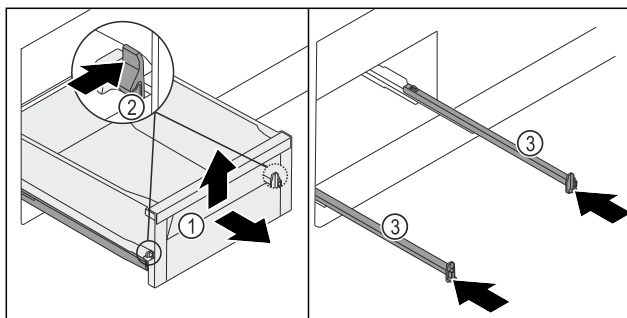

Fig. 122
- ▶ Izvlecite predal Fig. 122 (1) do omejevala.
- ▶ Objemko Fig. 122 (2) istočasno pritisnite na levi in desni navznoter.
- ▶ Predal Fig. 122 (1) se loči od vodila.
- ▶ Dvignite predal Fig. 122 (1) spredaj.
- ▶ Predal Fig. 122 (1) vzemite ven v smeri naprej.
- ▶ Vstavite vodila Fig. 122 (3).